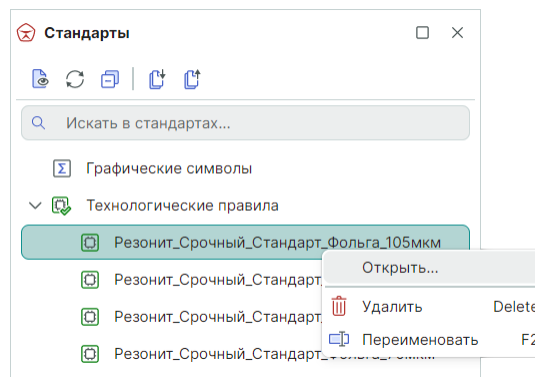

Рис. 153 Вызов настройки шаблона технологических правил
2. Вызовите контекстное меню и выберите команду «Открыть...» или дважды кликните по шаблону, см. Рис. 153.